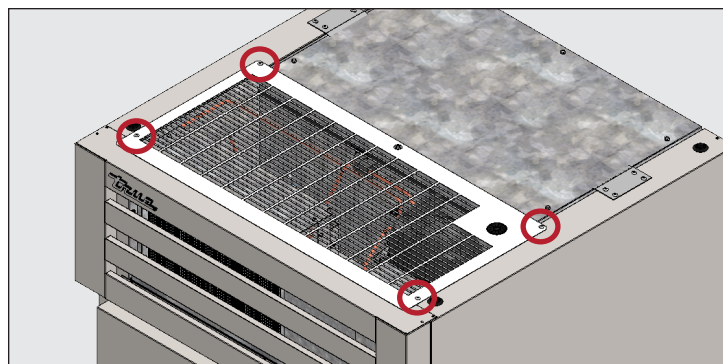

Рис. 1. Расположение винтов верхнего экрана.
2. Снять винты верхнего экрана. См. рис. 1.